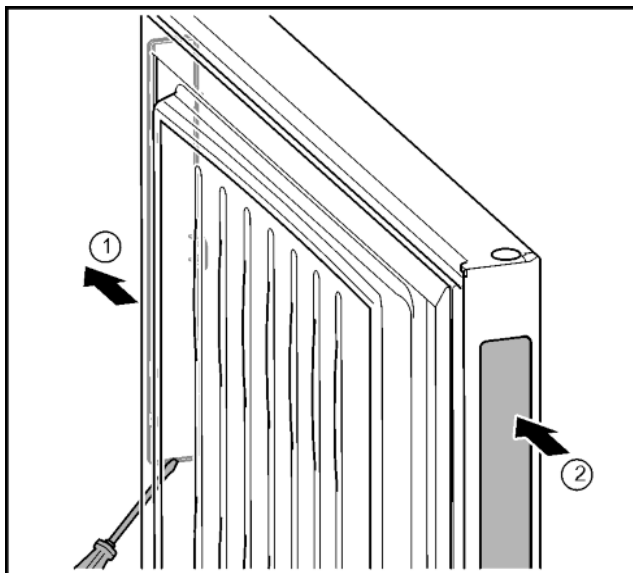

Fig. 32
- ▶ Zdjąć osłonę uchwytu po drugiej stronie przy użyciu śrubokręta. Fig. 32 (1)
- ▶ Włożyć w wolny otwór. Fig. 32 (2)